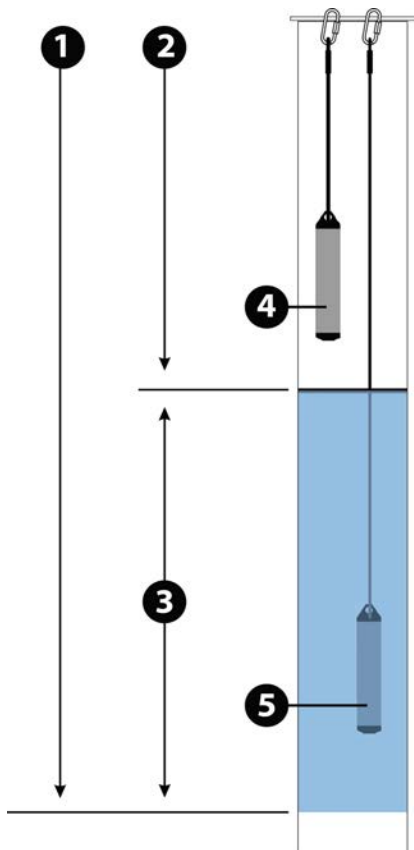

图 11.1 Rugged BaroTROLL 和 Rugged TROLL 部署
4. 断开 BaroTROLL 连接，装上挂钩帽，将其部署为悬挂或平放于已浸入水中的 Rugged TROLL 100 或 200 附近高于水平面的受保护位置。位置示例参见图 11.1。